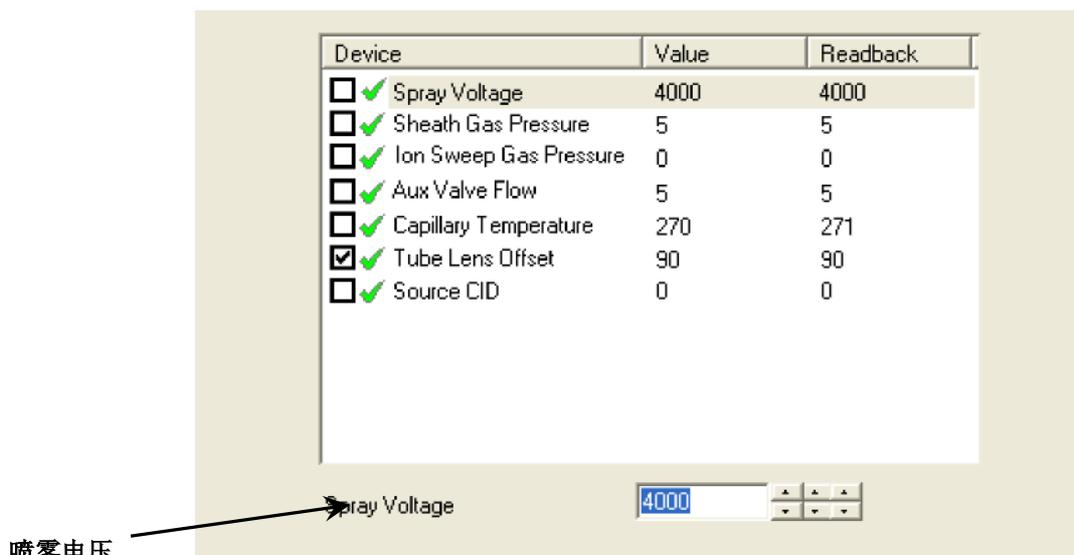

图 2-8. 优化化合物参数
- i. 选择**Display > Compound Dependent Devices**在工作区域右上角显示优化化合物敏感装置视图，见图2-8。
- d. 确保其他参数如图2-8所示。